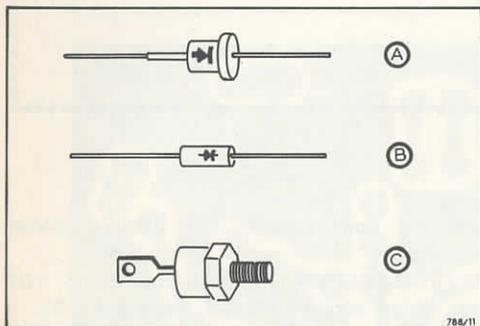

Fig. 11
A la figure 11 on a représenté des diodes redresseuses. Il s'agit de plusieurs modèles parmi des centaines d'autres, pouvant avoir des présentations différentes. En général, plus les puissances à redresser par les diodes sont importantes, plus le volume et le poids de ces semi-conducteurs, sont grands. En (A) on monte une diode de puissance moyenne, en (B) une diode de